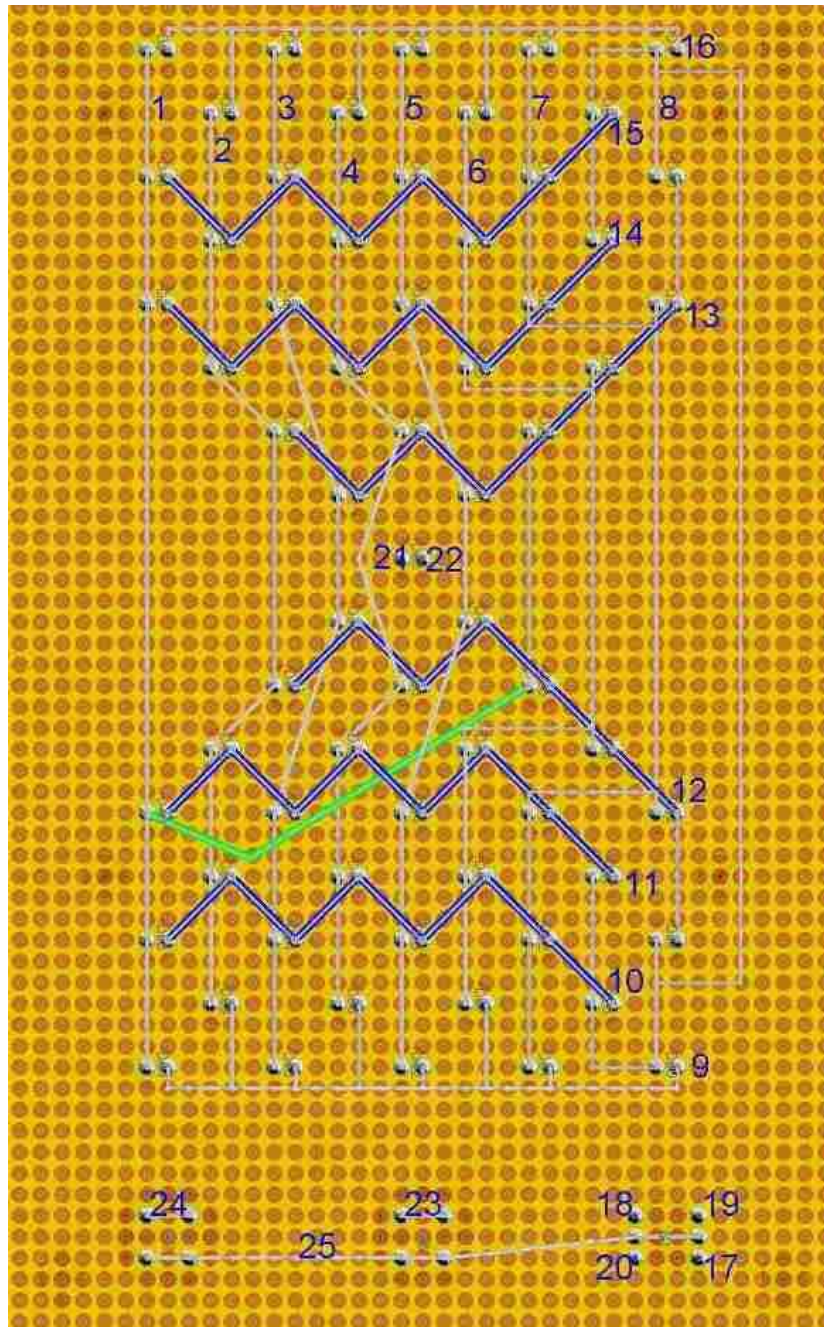

Bild 8: Anzeige- und Bedienplatine (Lötseite)
Nachdem alle Bauteile eingelötet wurden, die Verbindungen auf der Lötseite entsprechend Bild 8 mit dünnem Draht bzw. mit isoliertem Draht herstellen. Dabei sollte sorgfältigst gearbeitet werden, und man sollte sich dafür ausreichend Zeit nehmen. Befinden sich Verbindungen direkt nebeneinander, so können diese auch nur mit Lötzinn verbunden werden. Tipp: Bild 8 ausdrucken, und während dem Verlöten die soeben durchgeführte Verbindung im Ausdruck kennzeichnen. Auf diese Weise können Fehler durch fehlende Verbindungen vermieden werden. Zum Schluss alle Verbindungen und Lötstellen noch einmal sorgfältig überprüfen. (Auch hierfür sollte man sich ausreichend Zeit nehmen!)
Bodenplatte (kleine Acrylglas-Scheibe) nach Bild 8 und folgender Anleitung vorbereiten:
- Bohrungen entsprechend Bild 8 anzeichnen und bohren. Alle Bohrungen haben einen Durchmesser von 3,5 mm